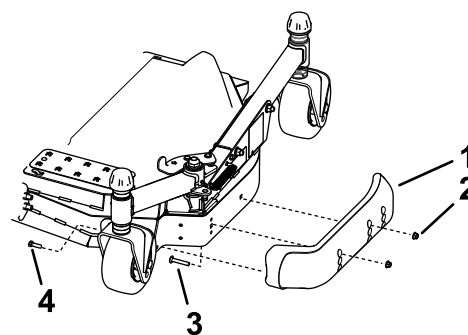

Рисунок 7
3. Отпустите передний винт каждого полоза (Рисунок 7).
5. Передвиньте каждый полоз в требуемое положение и закрепите болтами с фланцем и гайками (Рисунок 7).